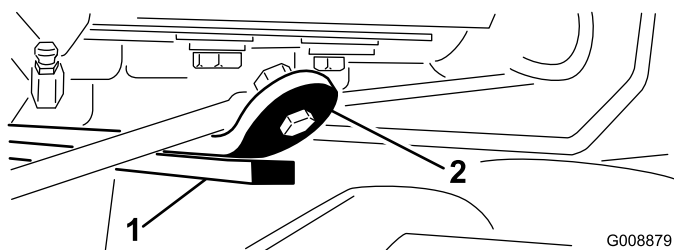

図 25
3. エンジンを始動し、カッティングユニットを上昇させ、後ろカッティングユニットのウェア・バーの上部についているウェア・ストラップからバンパー・ストラップまでの距離が 0.5～2.5 mm の間にあるかどうか点検する（図 25）。